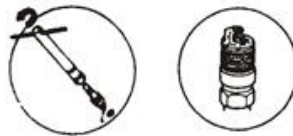

Рис. 40
7.2.2 Зніміть запальну свічку за допомогою спеціального інструмента (Рис. 40).